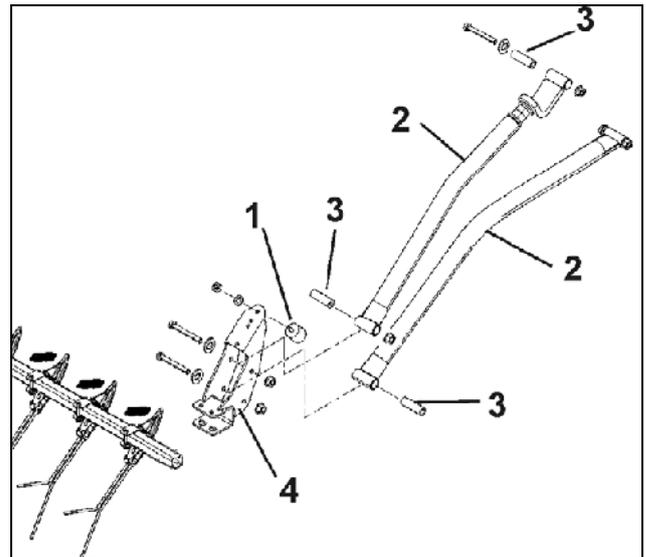
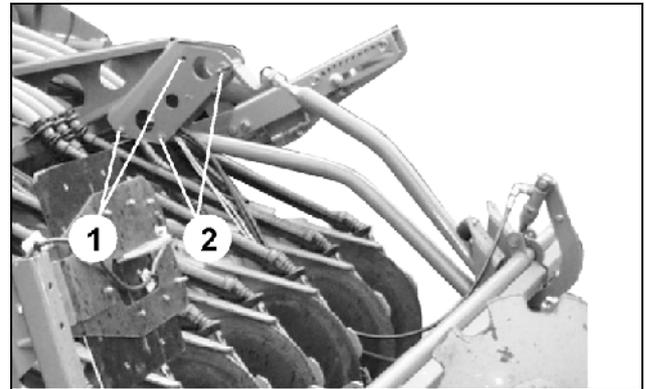

Fig. 36
Fig. 37
- Atornillar tope de caucho-metal (Fig. 36/7).
- Atornillar los tubos de sujeción (Fig. 36/2) con manguitos de apoyo (Fig. 36/3) en los soportes (Fig. 37/1, 2) y en las bolsas (Fig. 36/4) del rastriero de precisión.
- Emplear los puntos de fijación (Fig. 37/1) al usar rejas WS o ROTEC.
- Usar los puntos de fijación (Fig. 37/2) al usar rejas ROTEC+.